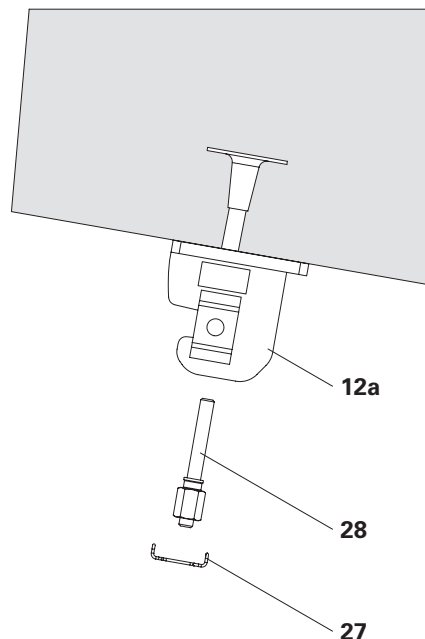
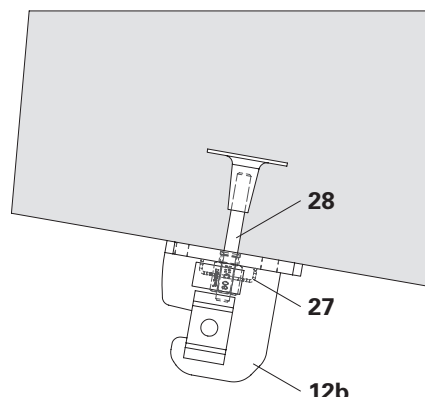

Fig. A5.13
Fig. A5.13a
2. Assicurare l'ancoraggio VGK B15 (**28**) con il blocco ancoraggio VGK B15 (**27**) per evitarne la rotazione. (Fig. A5.13 + Fig. A5.13a)